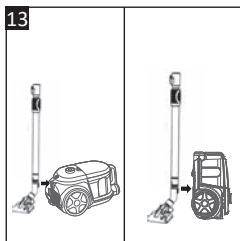

Рис. 13
- Нажмите кнопку освобождения телескопической трубки (21), чтобы втянуть трубу перед парковкой.
- **Горизонтальное парковочное положение** - вставьте язычок на шейке щетки для пола (17) в парковочный паз на задней части пылесоса, как показано на (Рис. 13).
- **Вертикальное парковочное положение** - Поставьте пылесос вертикально и вставьте язычок на шейке щетки для пола (17) в парковочный паз в нижней части пылесоса, как показано на (Рис. 13).